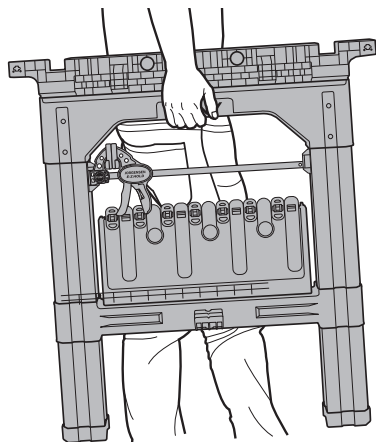

Figure 11
2. Le Tréteau est plié à plat pour faciliter le transport et le stockage. (Figure 11)